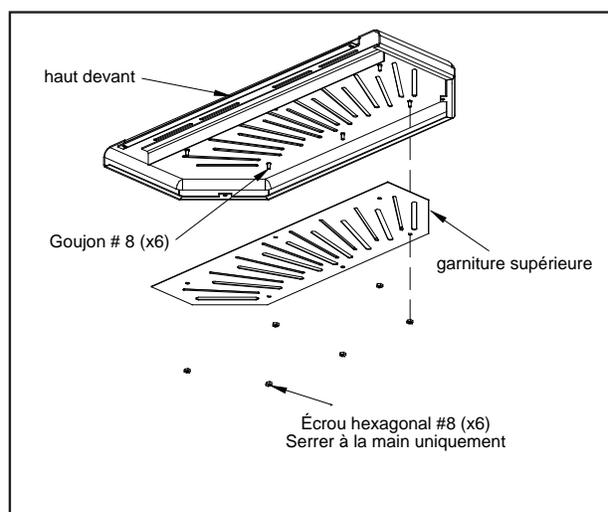

Figure 43: Top avant avec garniture supérieure
REPLACEMENT DU TOP TRIM: Placez la nouvelle garniture sur ses plots correspondants (voir Figure 43) et serrer les écrous hexagonaux six (6) # 8.